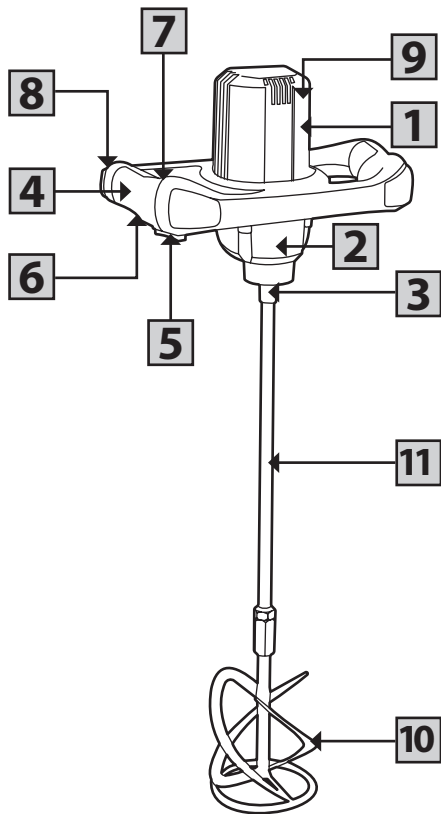

Рисунок 1.5
Пуск машины осуществляется нажатием на клавишу 5 выключателя. Для удобства при длительной работе кнопка 6 позволяет фиксировать выключатель в положении «Включено». Выбор частоты вращения инструмента осуществляется с помощью механического переключателя 7 диапазонов скоростей и маховика 9 электронного регулятора скорости (рисунок 1.5.).
- Менять установку переключателя 7 (рисунок 1.5.) можно лишь
- Можно менять установку маховика 9 (рисунок 1.5.) электронного регулятора скорости при работающем двигателе.